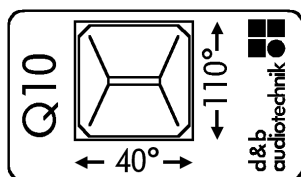

Fig. 11: Étiquette de dispersion du pavillon du Q10
2. Faire pivoter le pavillon à 90° - Fig. 11.